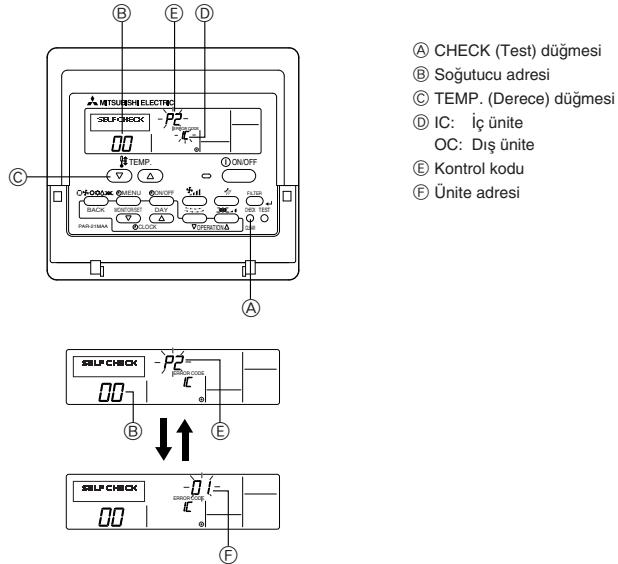

Fig. 7-2
7.3. Otomatik kontrol (Fig. 7-2)
- ① Gücü açın.
- ② [CHECK] (Test) düğmesine iki kez basın.
- ③ Sistem denetimi kullanılıyorsa, [TEMP.] (derece) düğmesiyle soğutucu adresini ayarlayın.
- ④ [ON/OFF] (Açma / Kapama) düğmesine basıp, otomatik kontrolü durdurun.